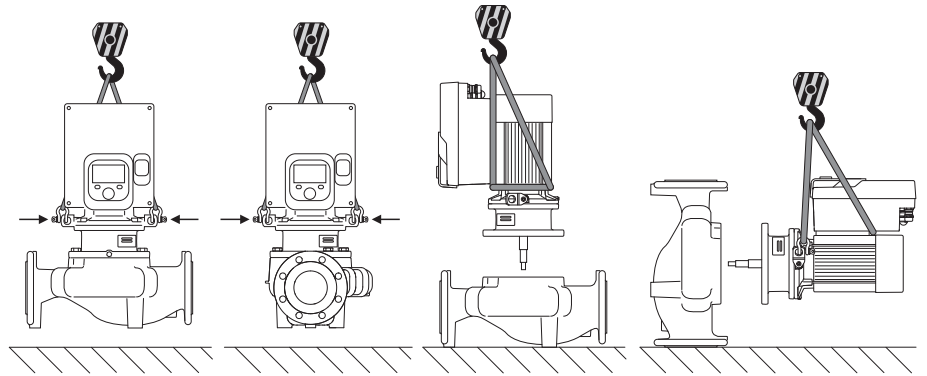

Fig. 6: Løfteretning enkeltpumpe
Transporten av pumpen skal utføres ved hjelp av godkjent løfteutstyr (f.eks. talje, kran osv.). Løfteutstyret skal festes på transportløkkene som finnes på motorflensen. Skyve løftesløyfer under adapterplaten om nødvendig (Fig. 6/7). Sikre pumpen mot å velte.
1. La to transportløgger (Fig. I, pos. 30) være på motorflensen.
2. Fest motor-løpehjulsenhet (Fig. 4) i transportløgkene med egnet løfteutstyr for sikring av denne. For å sikre at ikke enheten vipper, plasser en belteløkke i henhold til Fig. 6 rundt motoren og adapteren til elektronikkmodulen. Ved festing må det unngås skader på elektronikkmodulen.
3. Løsne og fjern skruene (Fig. I/II/III, pos. 29).